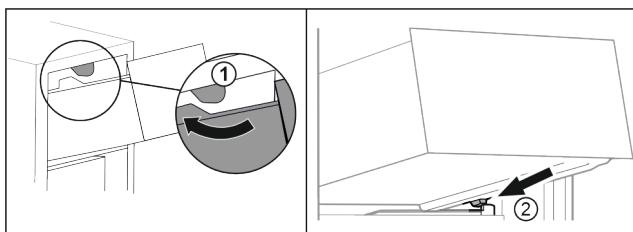

Fig. 23
- Обвести висувний ящик навколо верхнього стопора. Fig. 23 (1)
- Встановити висувний ящик за нижніми стопорами на ребро для резервуара навскоси. Fig. 23 (2)